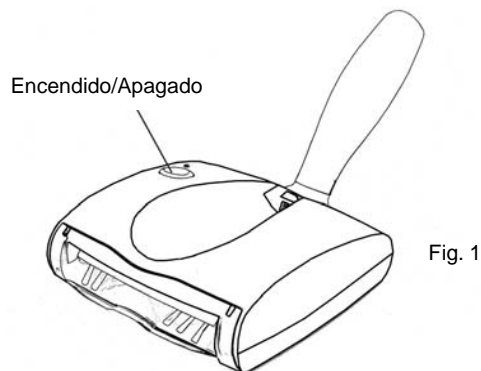

Fig. 1
2. Oprima el interruptor para hacer funcionar el barredor, y volverlo a presionar para apagarlo. (Fig. 1)